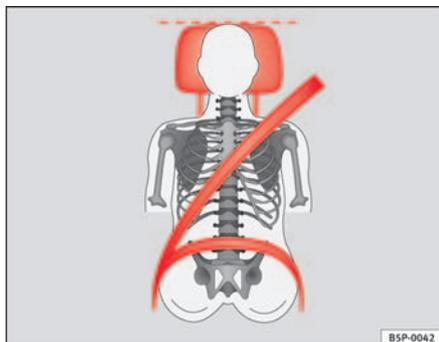
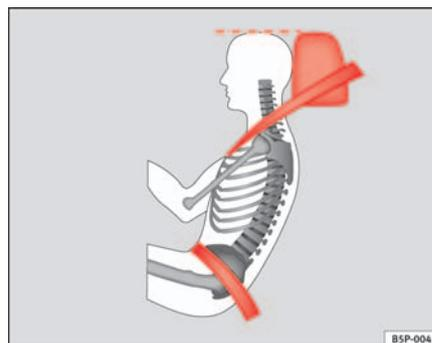

Fig. 90 Visto de frente: apoyacabezas y cinturón ajustados correctamente
Fig. 91 Visto de lado: apoyacabezas y cinturón ajustados correctamente
- Ajuste el apoyacabezas de modo que el borde superior del mismo quede a la misma altura que la parte superior de la cabeza, como mínimo a la altura de los ojos. ⇒ fig. 90 y ⇒ fig. 91.